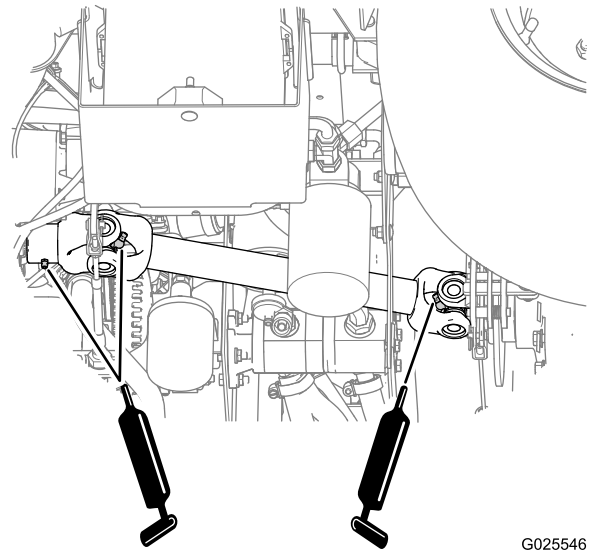

Рисунок 49
- Универсальный шарнир приводного вала (2 шт.); см. Рисунок 49
- Скользящая вилка (1 шт.); см. Рисунок 49